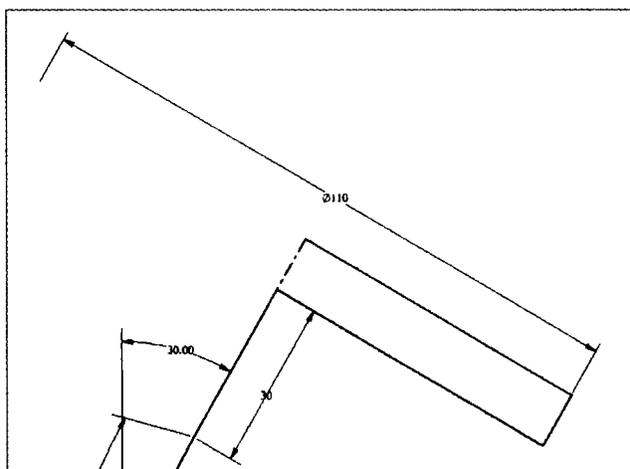

Рис. 3.20. Линейный диаметр может быть размещен на эскизе
11. Поместите размер и установите значение 110 мм. См. рис. 3.20.